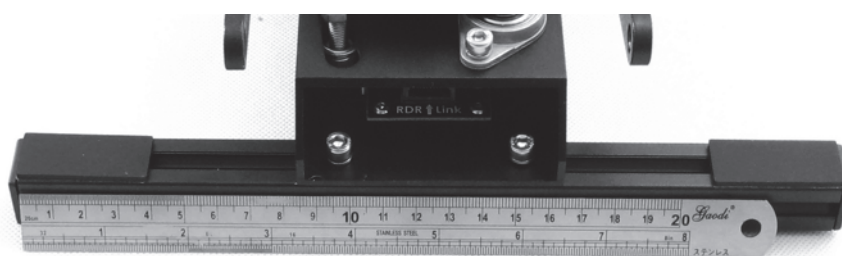

Рис. 2.14.
5.4. Используя подручные инструменты, расположите ногу по центру корпуса (рис. 2.14)